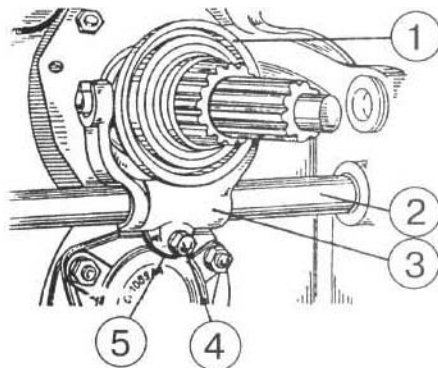

Рисунок 4.24
- а) отверните болт 4 (рисунок 4.24) крепления вилки;